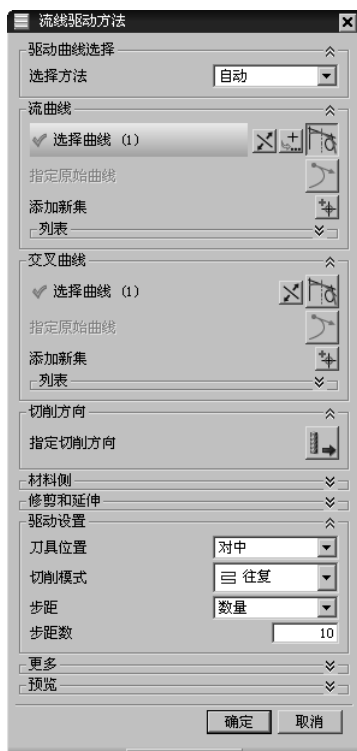

图 5.5.5 “流线驱动方法”对话框
Step1. 在“可变流线铣”对话框的 **驱动方法** 区域中单击  按钮，系统弹出如图 5.5.5 所示的“流线驱动方法”对话框，同时在图形区系统会自动生成如图 5.5.6 所示的流曲线和交叉曲线。